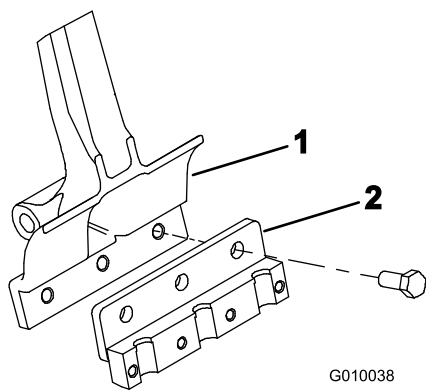

Figura 22
3. Monte un portataladros en cada brazo de taladros con 3 pernos de 1/2 x 1-1/4 pulgada (Figura 22). Apriete los pernos a 101,6 N·m.